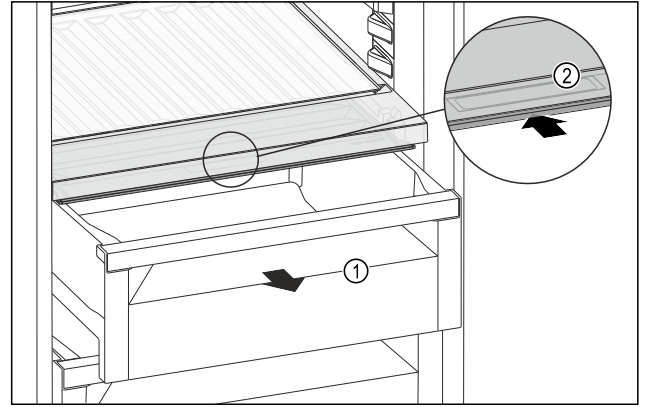

Fig. 193
- ▶ 拉出抽屉 Fig. 193 (1)。
- ▶ 抓住抽屉盖上的内嵌式拉手 Fig. 193 (2)，并同时向后推入抽屉盖。